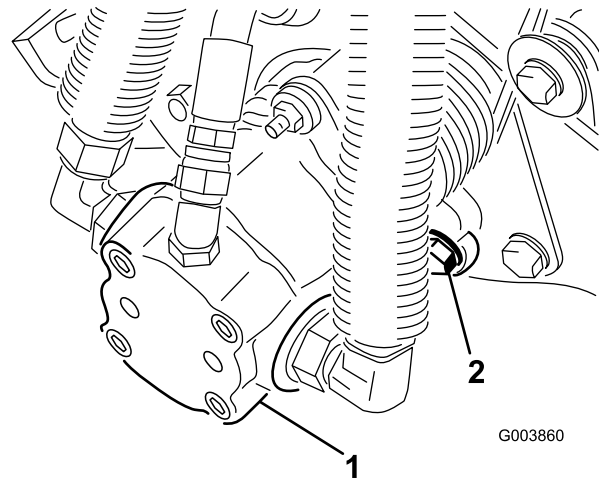

Bild 10
7. Montieren Sie die Befestigungsmuttern für die Spindelantriebsmotoren an jedem Mähwerk (Bild 10). Lassen Sie ungefähr 1,25 cm Gewinde an jedem Befestigungsbolzen sichtbar.